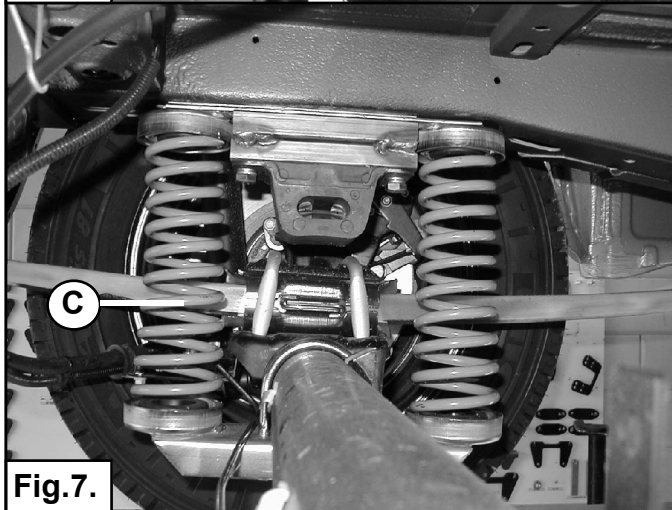

Fig.7.
9. Verwijder de potkrik en plaats de auto weer op zijn wielen. Zie fig.7.
9. Remove the jack and put the car back on it's wheels. See fig. 7.
9. Entfernen Sie den Wagenheber und lassen das Fahrzeug herunter. Siehe fig. 7